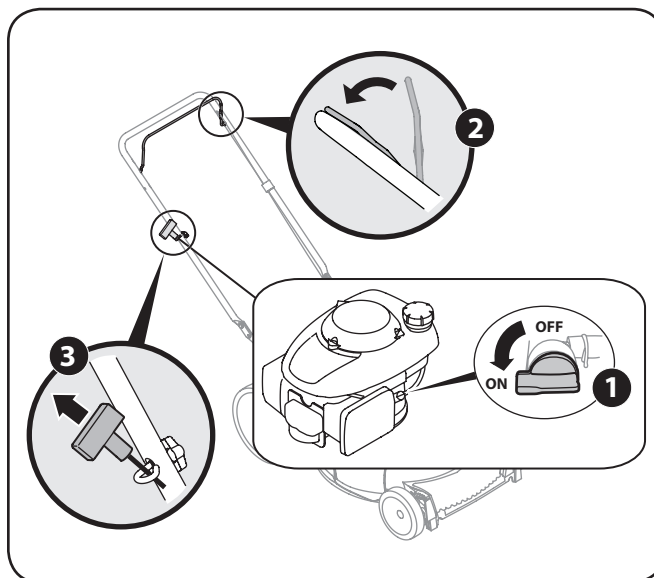

Figure 5-2
1. Coloque la palanca de la válvula de combustible (de ser equipado) en el lado izquierdo del motor en la posición de ON. Vea el inserto de Figure 5-2.
3. Sostenga firmemente las dos manijas juntas, tome la manija del arrancador de retroceso y tire de la cuerda para sacarla con un movimiento del brazo rápido, continuo y total. Vea Figure 5-2. Mantenga firme la manija del arrancador, deje que la cuerda regrese lentamente al arrancador. Repita hasta que el motor esté en marcha. Deje que la cuerda se vuelva a enrollar lentamente.